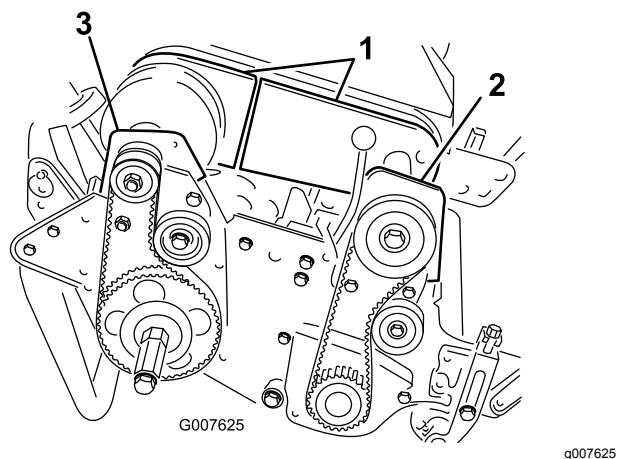

Figura 48
4. Retire los pernos que sujetan las secciones delantera y trasera de la cubierta del diferencial al alojamiento del diferencial, y separe las secciones para dejar expuesta la correa (Figura 48).
6. Retire los 2 pernos y las 2 contratuercas que sujetan el alojamiento delantero del embrague a la chapa lateral (Figura 48).
8. Retire los 2 pernos y las 2 contratuercas que sujetan el alojamiento del cojinete trasero derecho a la chapa lateral (Figura 48).